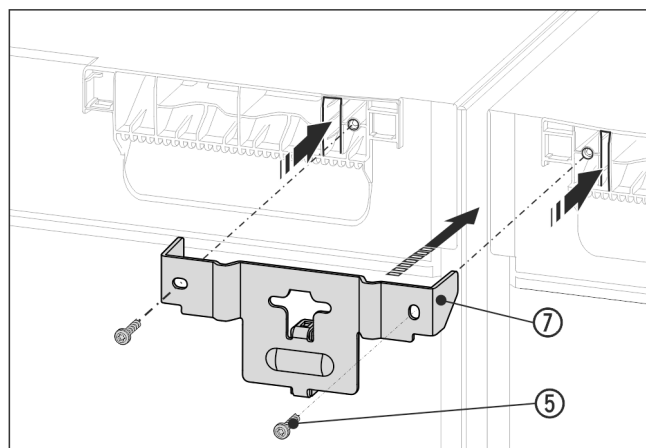

Fig. 13 Zobrazení příkladu
- Úhelník Fig. 13 (7) zasuněte rozpěrným kusem mezi přístroje a lištami do víka přístrojů. Pomocí 2 šroubů Fig. 13 (5) pevně přišroubujte.